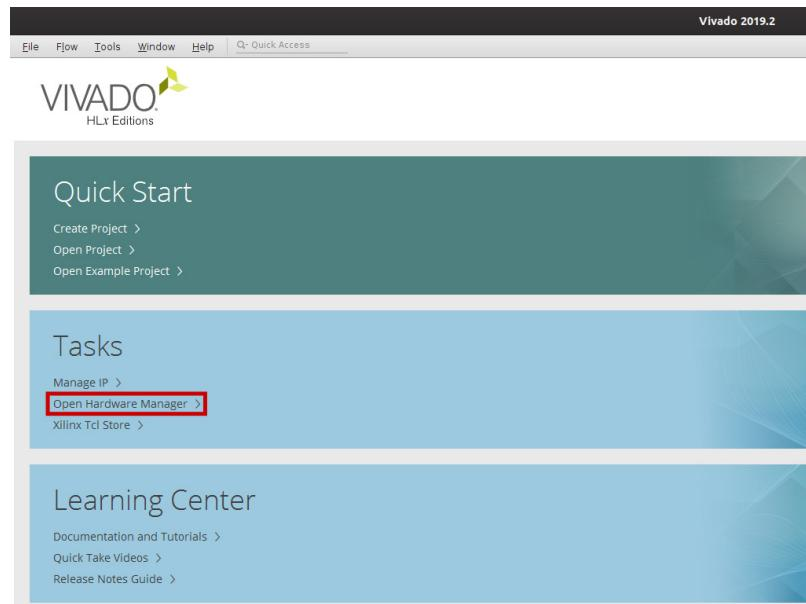

图111. 打开硬件管理器
- 在Vivado中打开可用的硬件管理器，如图111中的突出显示部分所示。